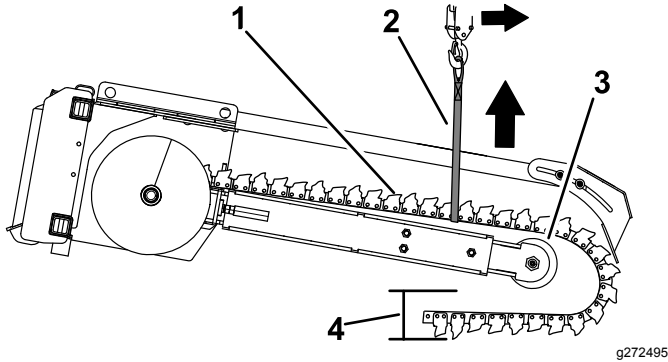

Figura 16
1. Baje el equipo de izado hasta que el extremo de la cadena excavadora esté en el suelo (Figura 16).
3. Arranque la máquina y baje la espada hasta que la rueda tensora esté a 31 – 36 cm (12" – 14") del suelo (Figura 16).
6. Pase la eslinga alrededor de la cadena excavadora en la posición de la rueda tensora, y sujete la eslinga al equipo de izado (Figura 16).
7. Eleve el equipo de izado y retire la cadena excavadora de la espada (Figura 16).